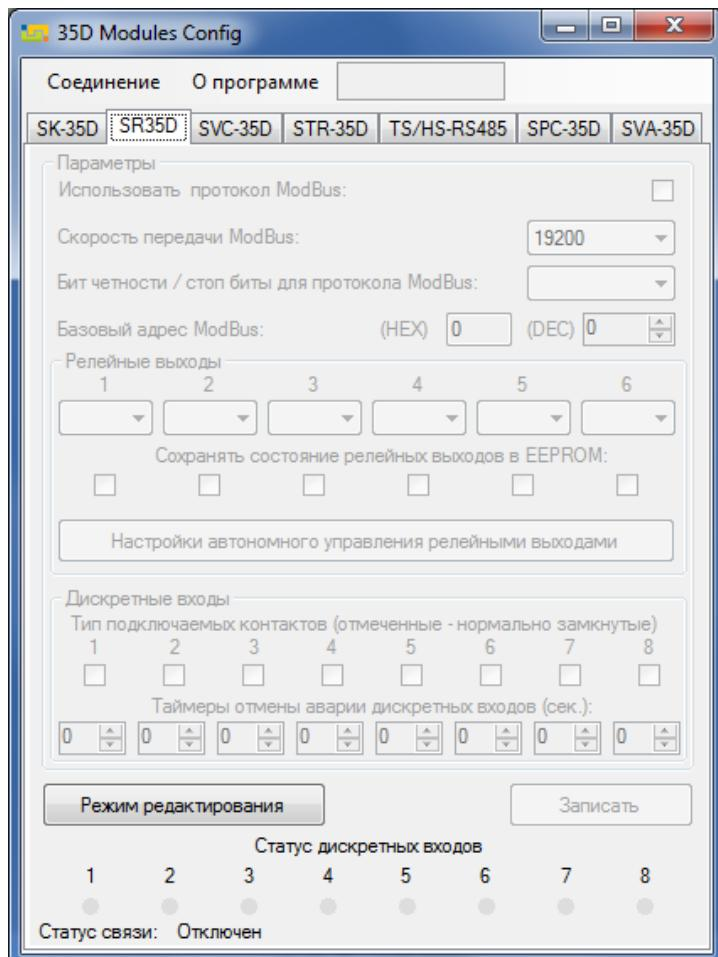

Рисунок 3 – Внешний вид окна ПО 35D_config.exe
- в открывшемся окне (см. рисунок 3) перейдите на вкладку SR-35D;
ВНИМАНИЕ! В течение 3-х секунд после подачи питания на вход, модуль работает по протоколу IM, не зависимо от того, разрешена работа по протоколу ModBus RTU или запрещена (пункт "Использовать протокол ModBus" (см. рисунок 3)).
- нажмите кнопку "**Режим редактирования**" (при этом параметры и настройки модуля станут активными) (см. рисунок 3), после чего нажмите кнопку "**Настройки автономного управления релейными выходами**";